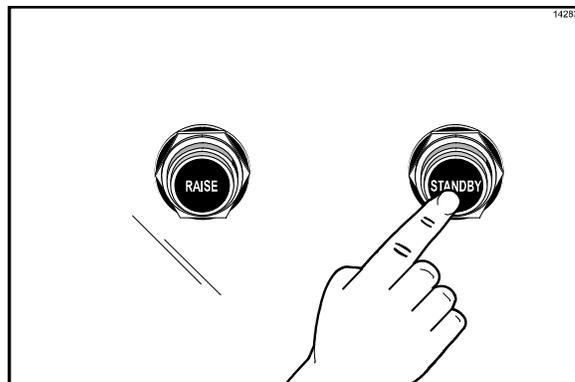

Figura 24
4. Oprima el botón de espera para cerrar la placa. (Vea la figura 24.)